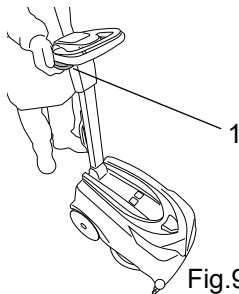

Fig.9
Trekk i reguleringsspaken (fig. 9 - ref. 1), bøy deretter håndtaket i ønsket posisjon, npr du slipper spaken forblir håndtaket blokkert i denne posisjonen.